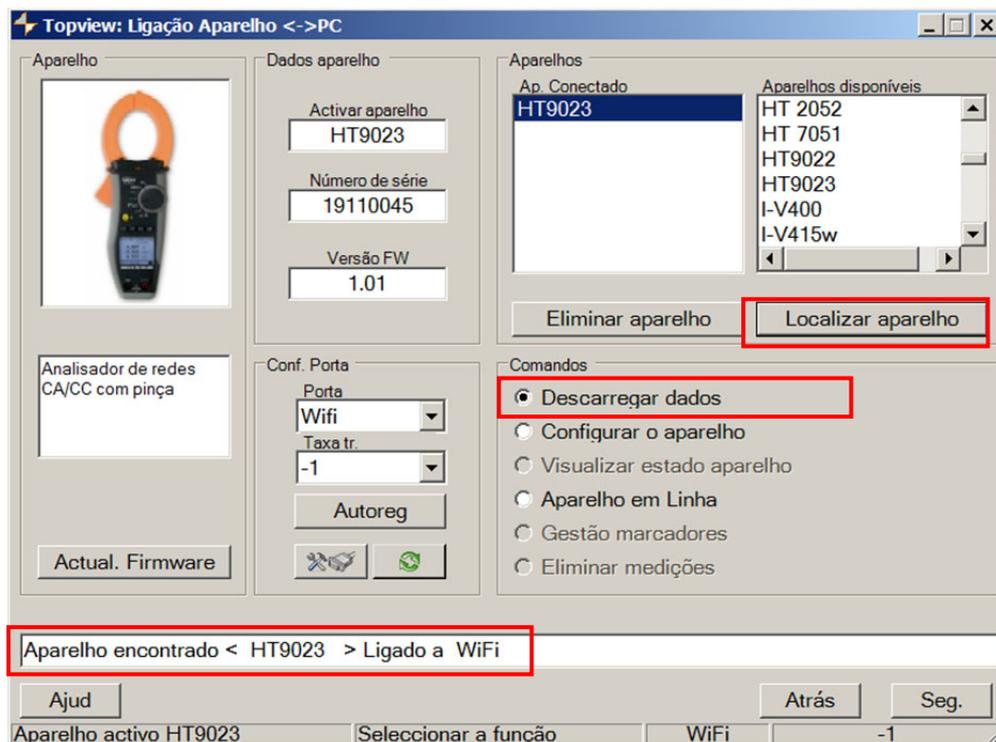

Fig. 16: Reconhecimento de equipamento no software TopView
6. Inicie o software TopView, abra a seção "PC Ligação ao Aparelho", execute o comando "Localizar aparelho" e verifique o reconhecimento (consulte a Fig. 16)